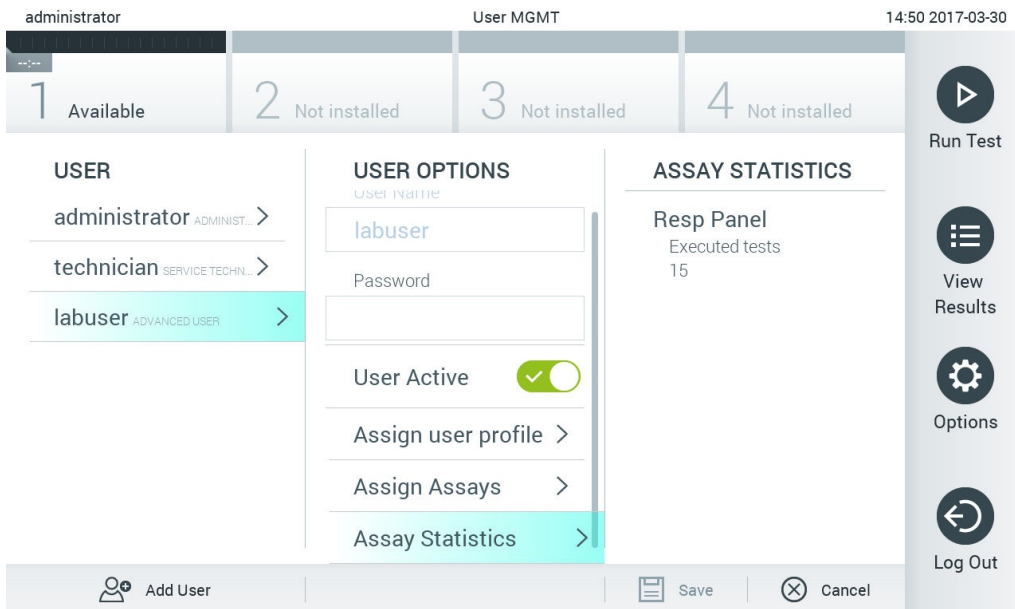

Figura 62. Visualizando as estatísticas do ensaio.
- Assay Statistics (Estatísticas do ensaio): Exibe o número de vezes que um ensaio foi realizado pelo usuário selecionado (Figura 62).